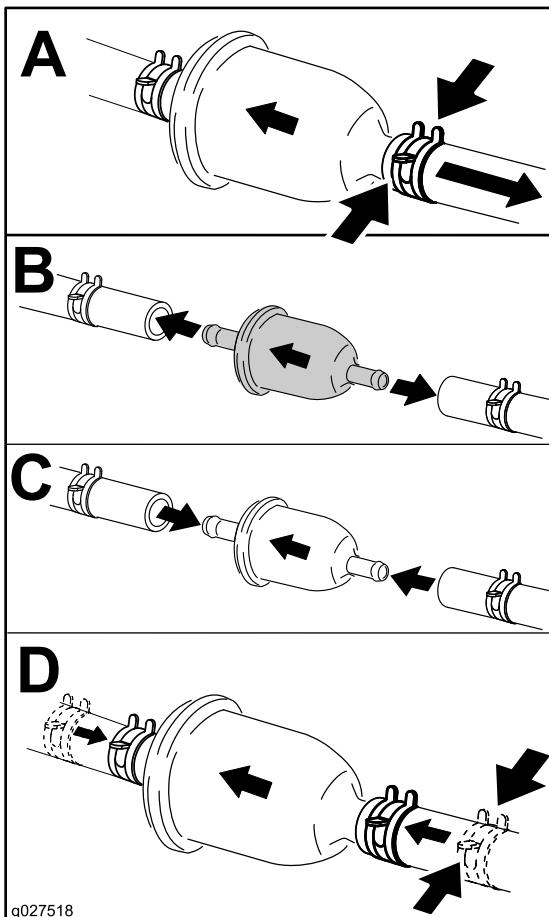

Figure 53
3. Remplacez le filtre (Figure 53).